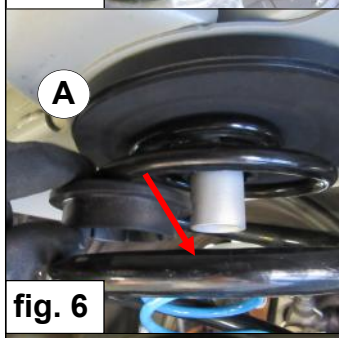

fig. 6
5. Plaats veerschotel A op de bovenzijde van de hulpveer C en centreer deze over het bovenste veerrubber. (Zie fig. 6 & 7).
5. Place the spring seat A on top of the auxiliary spring C and center it over the upper spring rubber. (See fig. 6 & 7).
5. Stellen Sie Federteller A auf der Oberseite des Hilfsfeder C und zentrieren Sie ihn auf der oberen Federgummi. (Siehe Abbildung 6 & 7).
5. Placez la coupelle **A** sur le ressort auxiliaire **C** et le centrer sur le caoutchouc de ressort supérieur. (Voir fig. 6 & 7).